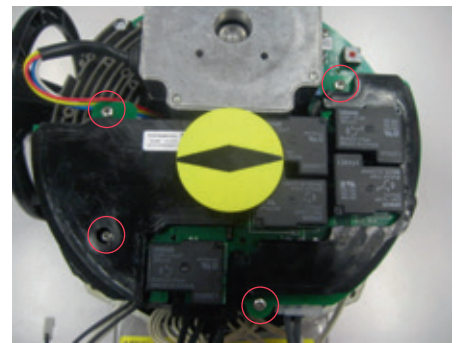

Abb. 20
- Platzieren Sie die OM13-Karte auf den Kühlkörper-Distanzstücken (falls nötig, 3,2-mm-Kunststoff-Distanzstücke verwenden) und ziehen Sie die 4 Schrauben fest (Abbildung 20).